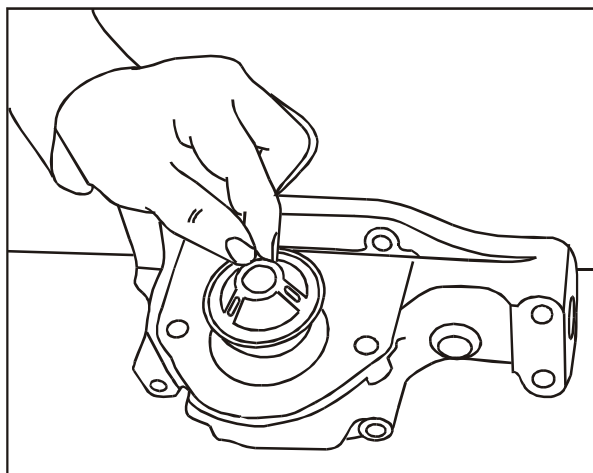

FIG 2
2. Remova a válvula termostática **Fig. 2.**